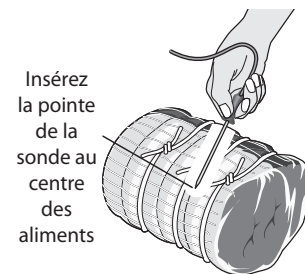

Figure 13 : Insérer la sonde dans la partie la plus épaisse de l'aliment
- Insérez toujours la sonde de sorte que la pointe se trouve au centre de la partie la plus épaisse de la pièce de viande ou de l'aliment (Figure 13). Pour obtenir une lecture juste de la température, la sonde ne doit pas toucher aux os, au gras, au cartilage ni à l'ustensile.